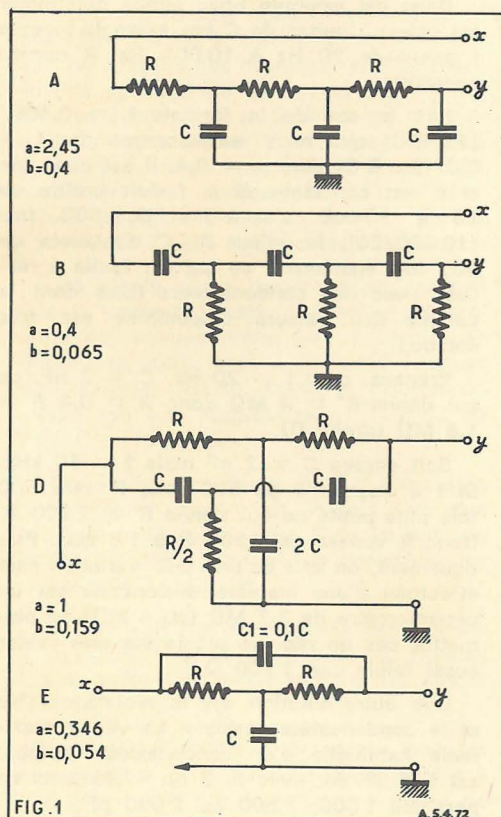

FIG. 1 A. S. 4. 72
FIG. 1 bis
Il y a deux circuits de déphasage : à résistances série et capacités shunt (voir figure 1A) et à capacités série et résistances shunt (voir figure 1 B).
Pour le circuit déphaseur à 3 capacités shunt et 3 résistances série (fig. 1 A) on a :  $a = 2,45$ . Pour le circuit à 3 résistances shunt et 3 capacités série (fig. 1 B) on a :  $a = 1/2,45$  ce qui donne  $a = 0,408$ , pratiquement  $a = 0,4$ . Lors du calcul, ne pas oublier  $2\pi = 6,28$  qui multiplie RC.
Dans ce cas, pour le montage à R série (fig. 1 A) on aura  $b = 2,45/6,28 = 0,405$  pratiquement 0,4 donc
Dans le cas du montage à R shunt (fig. 1 B) on aura  $b = 0,4/6,28 = 0,065$  d'où la formule :
Dans notre précédent article, pour le montage avec le déphaseur de la figure 1 B, on a établi expérimentalement, d'après les données d'un montage pratique, la formule  $f = a/(2\pi RC)$  avec  $a = 0,25$ . La formule donnée par les ouvrages théoriques indique  $a = 0,4$ . La différence est importante et provient du fait que si les résistances matérielles R sont égales, en réalité les deux résistances extrêmes sont shuntées par les résistances présentées par les transistors à l'entrée et à la sortie. De plus, les capacités d'entrée et de sortie du transistor interviennent également pour modifier la formule si elle est relevée de cette manière.
De même, dans le montage de la figure 1 A, les capacités périphériques sont shuntées par les résistances d'entrée et de sortie du transistor.
Dans le montage à pont de Wien, l'élément de déphasage est indiqué en (C), figure 1.
Le schéma du déphaseur est donné par la figure 1 (D). Les formules de l'oscillateur en pont de Wien sont applicables également à cet oscillateur donc :
Le réseau en T ponté est donné par la figure 1 (E). La valeur de a est 0,346 et celle de b est  $0,346/6,28 = 0,054$  d'où les formules :